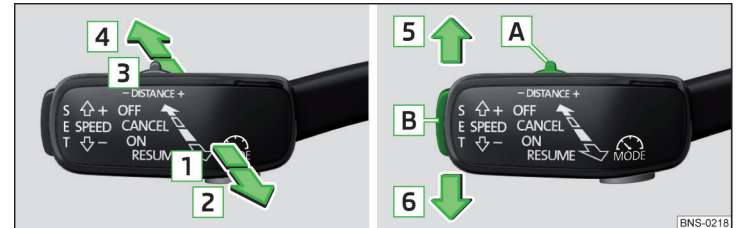

Abb. 301 Bedienungshebel
» Abb. 301
- Die Taste **SET** » **Abb. 301 auf Seite 256** drücken.
- **oder:** Den Hebel in die gefederte Stellung **RESUME** » **Abb. 301 auf Seite 256** einstellen.
- Den Hebel in die gefederte Stellung **CANCEL** » **Abb. 301 auf Seite 256** einstellen.
Die gewünschte Geschwindigkeit wird mit dem Bedienungshebel eingestellt oder geändert » **Abb. 301 auf Seite 256.**
▶ Den Schalter **DISTANCE** in die gefederte Stellung – oder + einstellen » Abb. 301 auf Seite 256.
Ein Beschleunigungsvorgang kann jederzeit durch Betätigung des Bremspedals oder den Druckpunkt **CANCEL** am Bedienungshebel » **Abb. 301 auf Seite 256** abgebrochen werden.